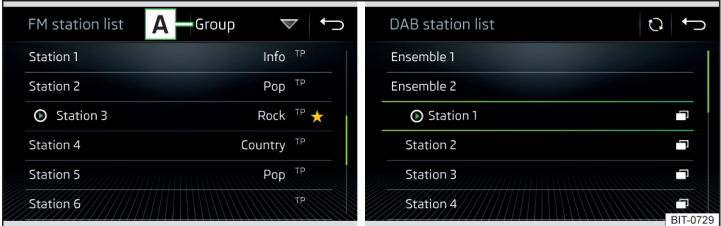

Fig. 180 Ejemplo de la lista de emisoras FM/DAB disponibles:
- Para **clasificar** (FM) las emisoras en la secuencia alfabética, según grupo o género, pulsar la superficie funcional [A] » fig. 180 » ⚠️.
- Para la **filtración** de la emisora según el tipo de programa (p.ej. cultura, música, deporte, etc.), pulsar en la lista de emisoras FM (con la función RDS encendida) y en la lista de emisoras DAB (en la clasificación alfabética seleccionada de la lista de emisoras) la superficie funcional [A] » fig. 180.
► Para la actualización **manual**, pulsar la superficie funcional » **fig. 180**.